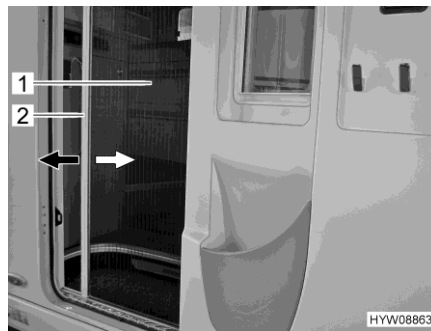

Bild 59 Insektsskydd (bodelsdörr)
- Ta tag i listen (Bild 59,2) med båda händerna och dra insektsskyddet (Bild 59,1) jämnt ur dörrfästet.
- Ta tag i listen (Bild 59,2) med båda händerna och skjut insektsskyddet (Bild 59,1) med lätt tryck i dörrfästet.